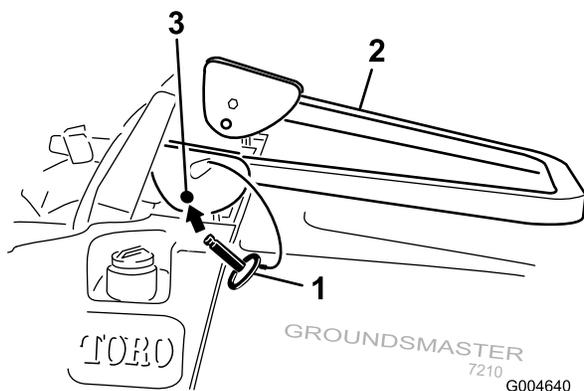

Figure 13
2. Descendez l'arceau de sécurité à la position abaissée (Figure 13).